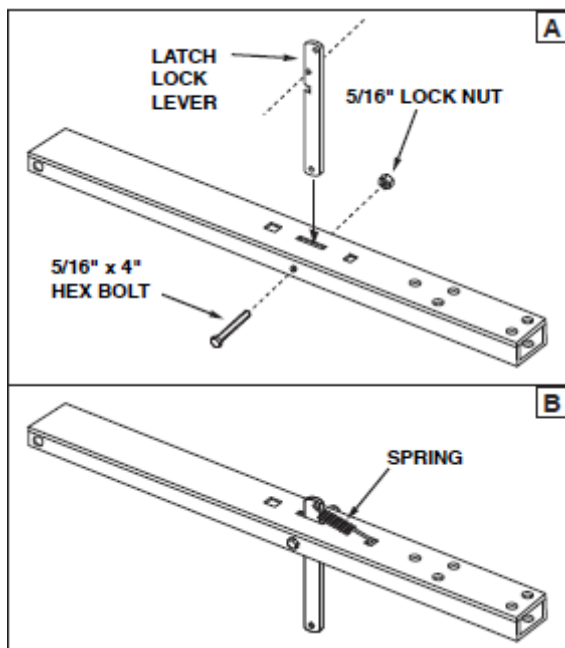

Рис. 8
13. Вставьте запорный рычаг фиксатора в заднее водило, как показано на рис. 8А. С помощью болта (5/16x4) и гайки (5/16) закрепите рычаг.
14. Прикрепите пружину к отверстию в заднем водиле и нижнему отверстию рычага, как показано на рис. 8В.